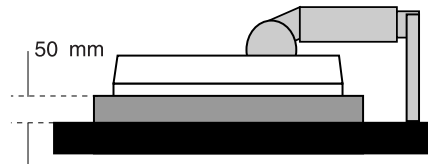

Figure S.1
3. Placez le moniteur face vers le bas sur une surface non abrasive (Placez l'écran sur une plate-forme de 50 mm pour que le support soit parallèle à la surface.) (**Figure S.1**)